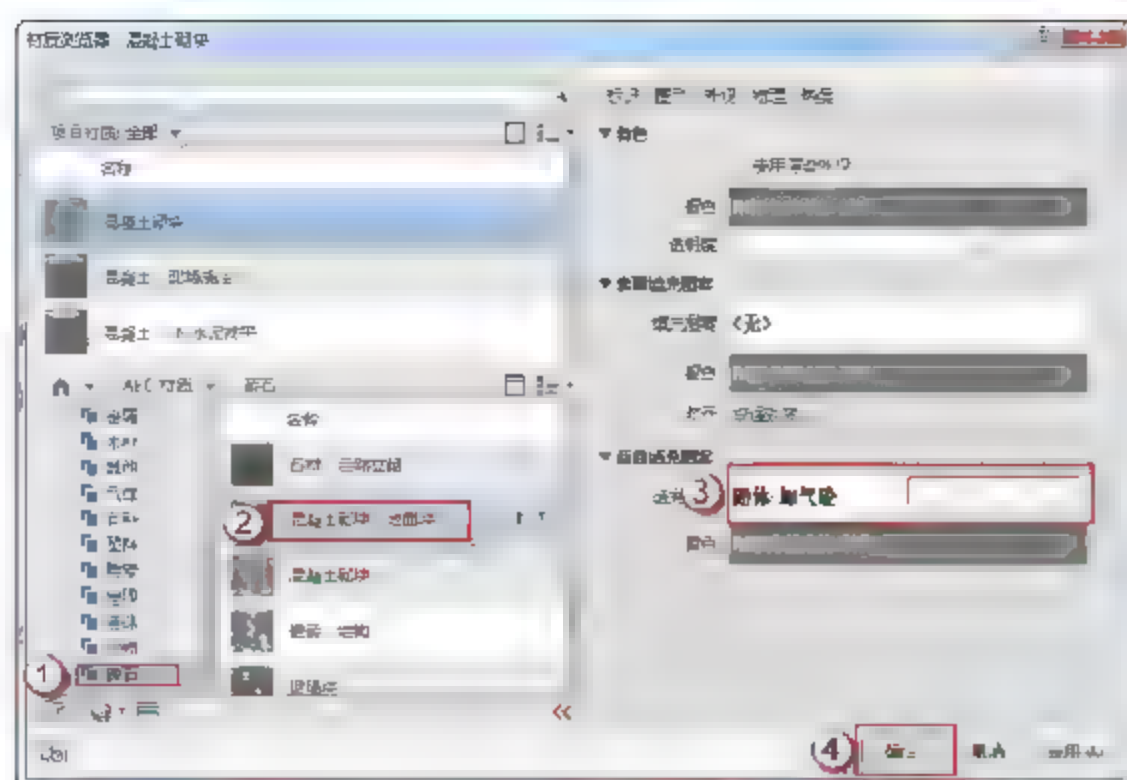

图 9.1.34 编辑“结构[1]”材质
(7) 编辑“结构[1]”材质。在“编辑部件”对话框中，单击“结构[1]”对应的“材质”单元格右上角的“浏览”按钮，在弹出的“材质浏览器”对话框中，在“AEC 材质”下选择“砖石”→“混凝土砌块，地面块”，将填充图案改为“砌体-加气砼”。单击“确定”按钮，返回“编辑部件”对话框，如图 9.1.34 所示。然后在“编辑部件”对话框中将其对应的厚度改为“200mm”，最后单击“确定”按钮返回“类型属性”。